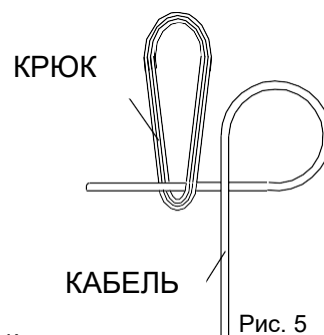

Рис. 5
7. Прикрепите трос к карабину, как показано в рис. 5–7.